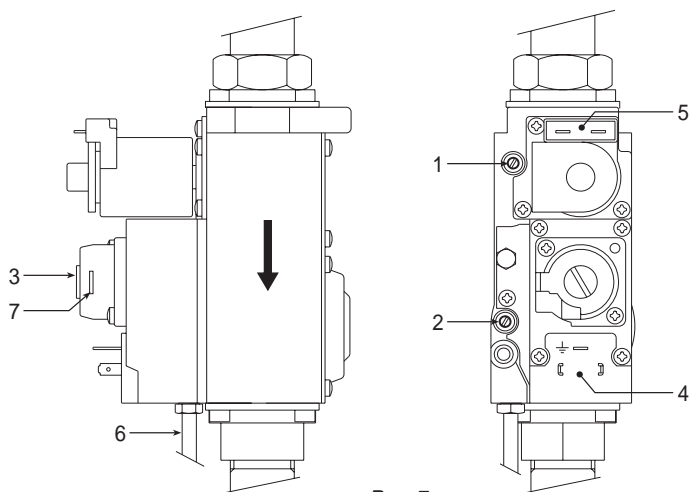

Рис. 7
Регулировка давления и расхода газа в главной горелке регулируют при помощи винта 7 (рис. 7), по часовой стрелке давление и расход увеличиваются, а против часовой стрелки - уменьшают.
Внимание: Давление измеренное отборами давления 1 и 2 (рис. 7), читается через 30 секунд после сделанной регулировки.
- Полностью закрутить, с должной осторожностью, винт 7 (рис. 7) регулятор давления газового клапана "Honeywell VR 4601 CB" (для моделей 4-5-6) и винты (рис. 8а и 8b) клапан "DUNGS MBDLE 407 B01" для модели 7.